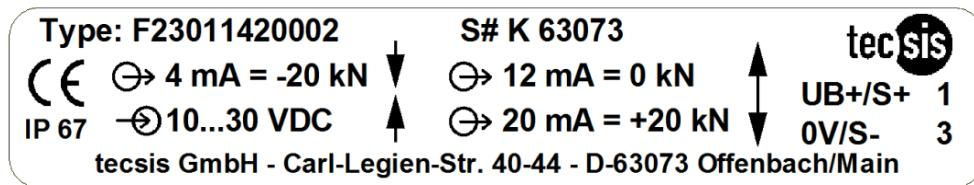

Abb. 1 Beispiel: Typenschild Standardversion – 1 x Anschlussstecker Ausgangssignal 4...20 mA
- Das Ausgangssignal ist auf dem Typenschild (Abb. 1 bis 3, S. 10) vermerkt.
Die Anschlussbelegung des Steckers oder des Kabels sind dem Typenschild (Abb. 1 bis 3, S. 10) zu entnehmen. Wenn nicht anders vereinbart finden standardmäßig folgende Belegung Anwendung.